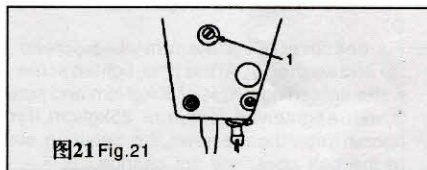

图21 Fig.21
18. Корректировка высоты подъема лапки (Fig. 21)